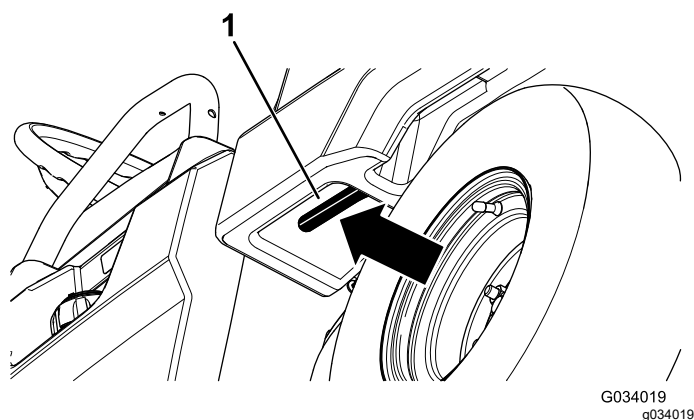

Figura 16
1. Trageți maneta din stânga, în interiorul platformei de încărcare, spre dumneavoastră și ridicați platforma de încărcare (Figura 16).
1. Ridicați ușor platforma de încărcare prin ridicarea manetei de blocare (Figura 16).